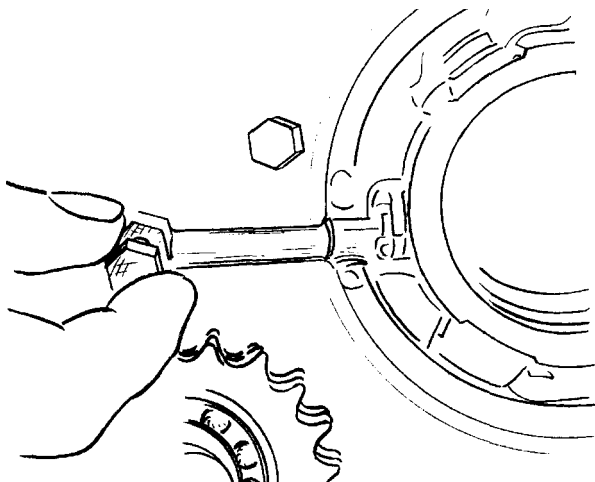

Рис. 1.69. Установка трубки подвода масла.
29. Смонтируйте корпус подшипника на промежуточной плите, вставьте трубку подвода масла в уплотнительную втулку, затяните болт банджо (рис. 1.69).